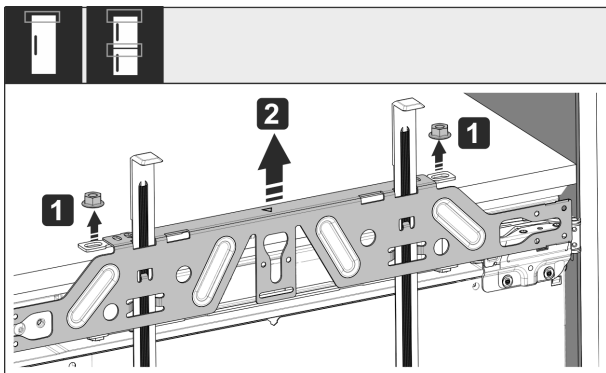

Fig. 58
- ▶ Kontermuttern Fig. 58 (1) lösen.
- ▶ Befestigungstraverse Fig. 58 (2) abnehmen.